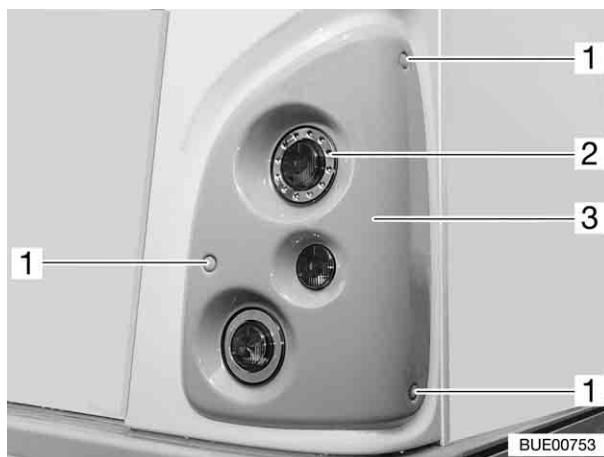

Fig. 182 Eclairage arrière (variante 2)
- Retirer la partie intérieure des cache-vis (Fig. 182,1) avec un outil adéquat.
- Sortir complètement le support d'ampoule (Fig. 182,3). Faire attention aux connexions des câbles.
► Pour le remplacement des diodes lumineuses (Fig. 182,2) des feux arrière, veuillez-vous adresser à un point de service après-vente Bürstner.